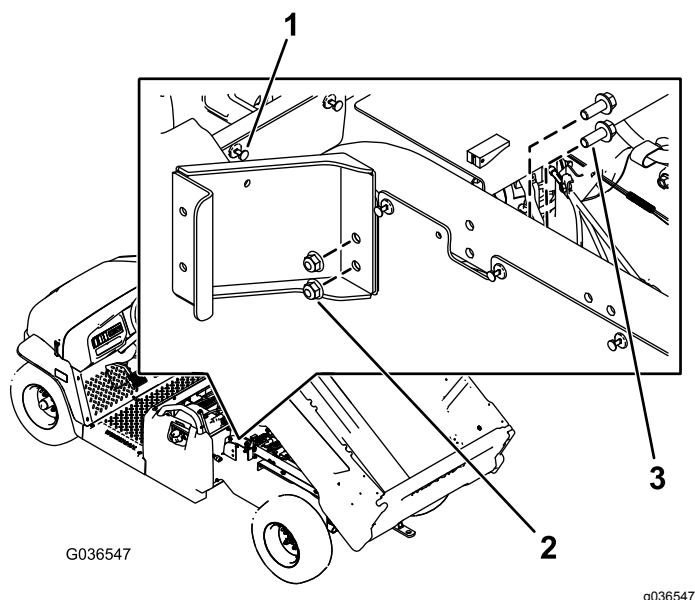

Bild 1
- A. Entfernen Sie die Niete von der linken Platte hinter dem Rücksitzunterteil (Bild 1).
- B. Befestigen Sie die linke Schleifenhalterung mit zwei Bundbolzen (3/8" x 1") und zwei Muttern (3/8"), wie in Bild 1 abgebildet.